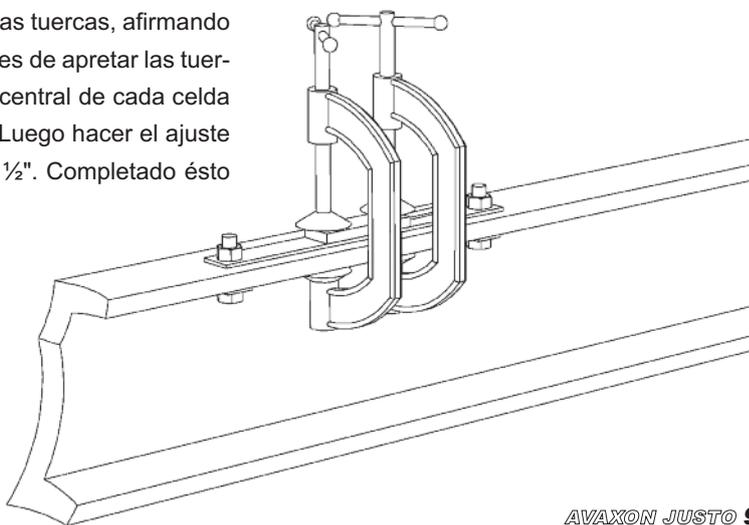

Figura 6
Paso 5: Ajuste final de las tuercas, afirmando la zona central de las celdas. Antes de apretar las tuercas prensar firmemente la zona central de cada celda como se observa en la figura 6. Luego hacer el ajuste final fuerte con llave de tubo de 1/2". Completado ésto retirar las prensas